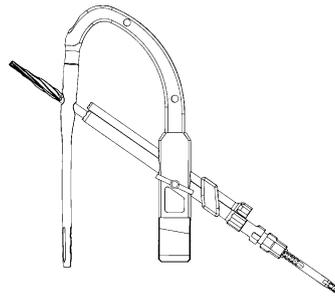

図2
- 2) T型ラグつまみを半回転から1回転ほど緩めたのち、SS ラグスクリュー用スリーブを装着し、T型ラグつまみを締め付けて固定します。その後 SS ステップリマー（一体型）を通し、ネイルのラグスクリューホールに干渉しないことを確認します。（図2）脱落防止のため、T型ラグつまみは必要以上に緩めないで下さい。